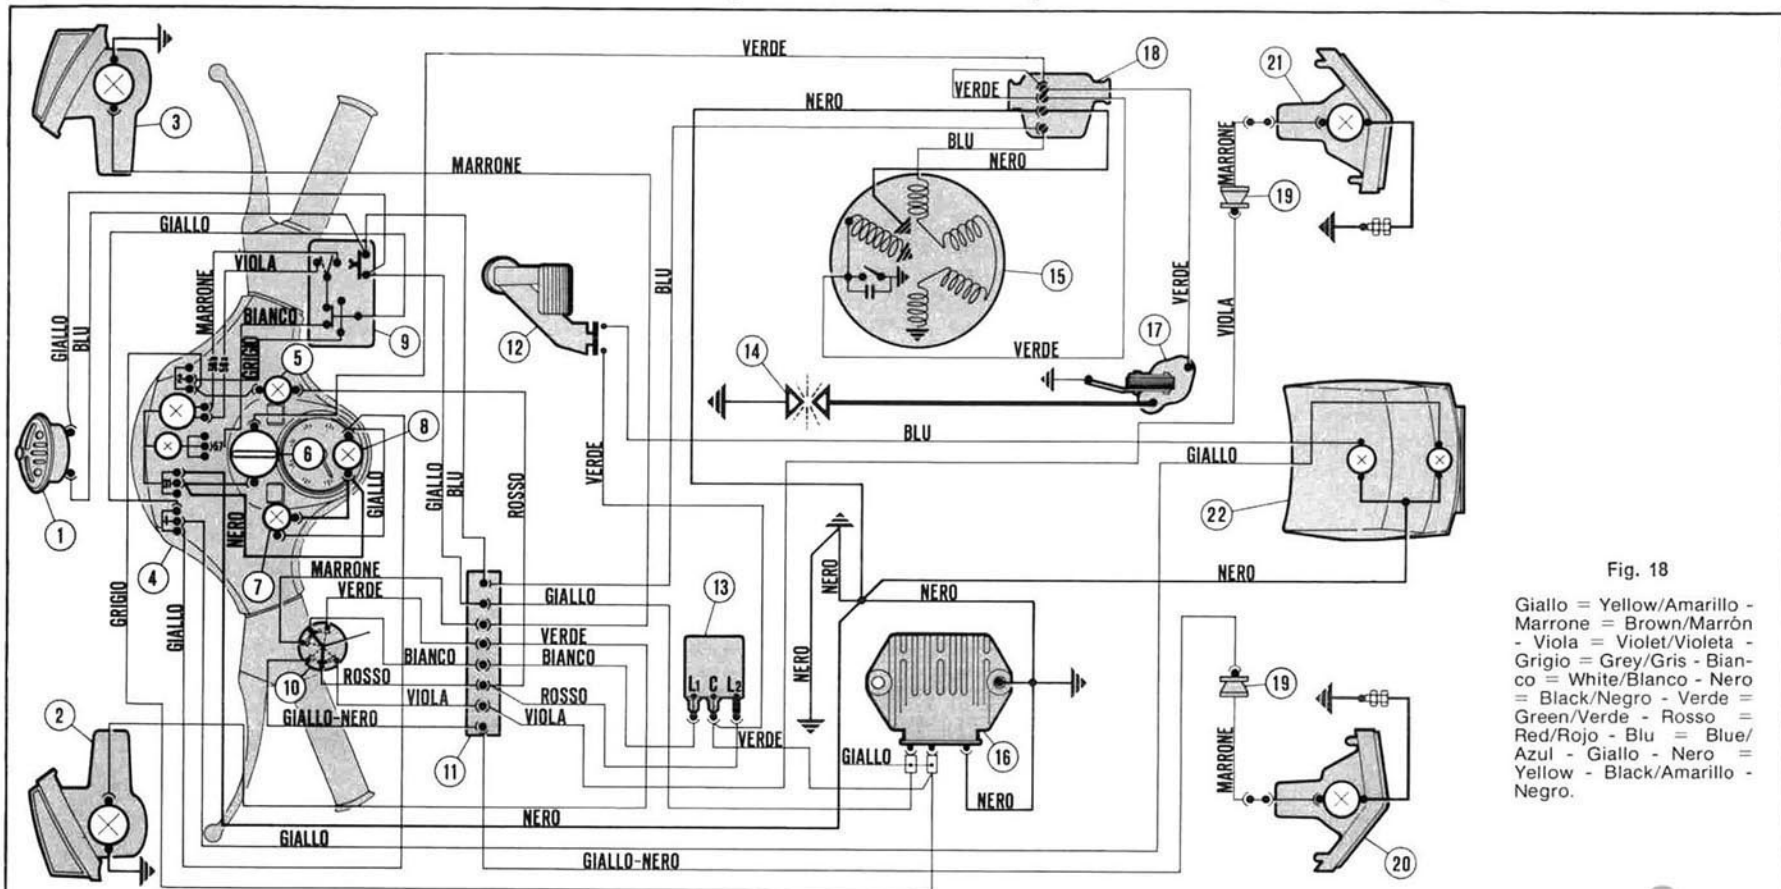

Fig. 18
magneto alternator-electronic regulator) consists of an immediate delivery of the nominal voltage of 12 V, starting from slow running of the engine; all that improves the lighting specifications. The electrical diagrams are shown in figs. 18 and 19.
Para los esquemas eléctricos ver fig. 18 y 19.
D) **The couple of the turn signals in position on is not operating:** check all the connections concerning the turn signal units, especially those ones of the contact board indicated with No. 11 in fig. 18 and 19 located on the front shield under the steering column cover.
D) **Falta del funcionamiento de la pareja de intermitentes conectados:** verificar todas las conexiones que hacen parte de los intermitentes; especialmente aquellas de la base porta contactos, indicada con el n. 11 en las fig. 18 y 19, instalada sobre el escudo bajo el cubre-dirección. Para obrar sobre la antedicha base es necesario quitar el cubre-dirección actuando sobre los 4 tornillos de sujeción - 2 superiores (accesibles mediante el desmontaje del letrero « PIAGGIO »), y 2 inferiores -, desde el interior de la maleta.